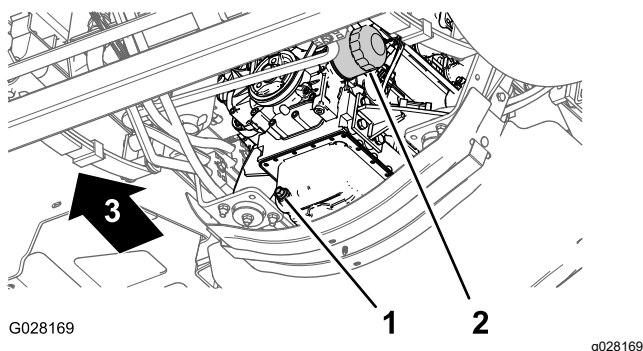

図 76
3. エンジンオイルフィルタの下にオイルを受ける容器をおく図 76。
4. 古いオイルフィルタ図 76を外す。
8. アダプタにフィルタを取り付け、ガスケットがアダプタに当たるまでフィルタを右に回し、そこから更に 1/2 回転増し締めする図 76。
1. ドレンプラグの下にオイルを受ける容器をおく図 76。
2. ドレンプラグ 図 76 を外して排出されるオイルを回収する。